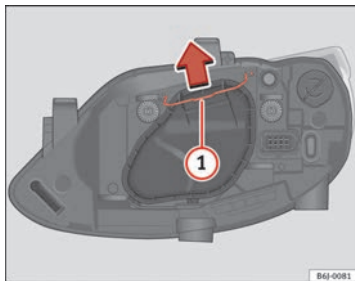

Fig. 153 Anabbagliante e abbagliante faro singolo
- Far scorrere il tirante ⇒ fig. 153 ① nel senso della freccia e sfilare la chiusura.
- Far scorrere il tirante $\Rightarrow$ fig. 153 ① nel senso della freccia e sfilare la chiusura.